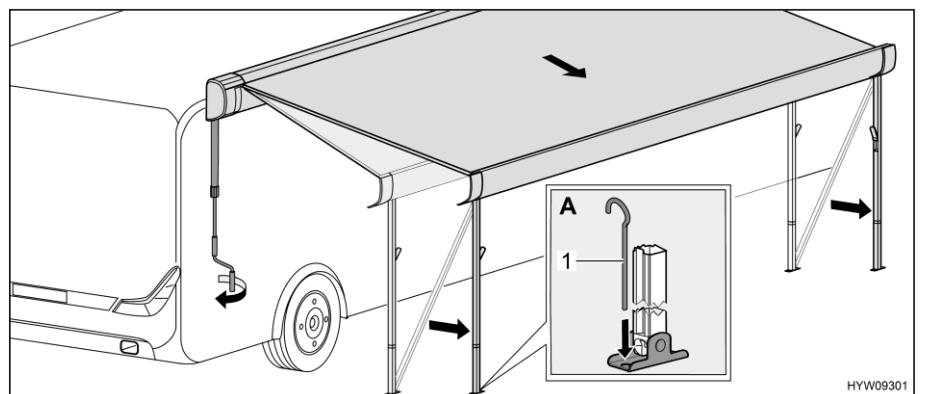

Bild 31 Placera markisen i ändläge
- Fäst stödfötterna med tältpinnar (Bild 31,1) på marken (Bild 31,A).